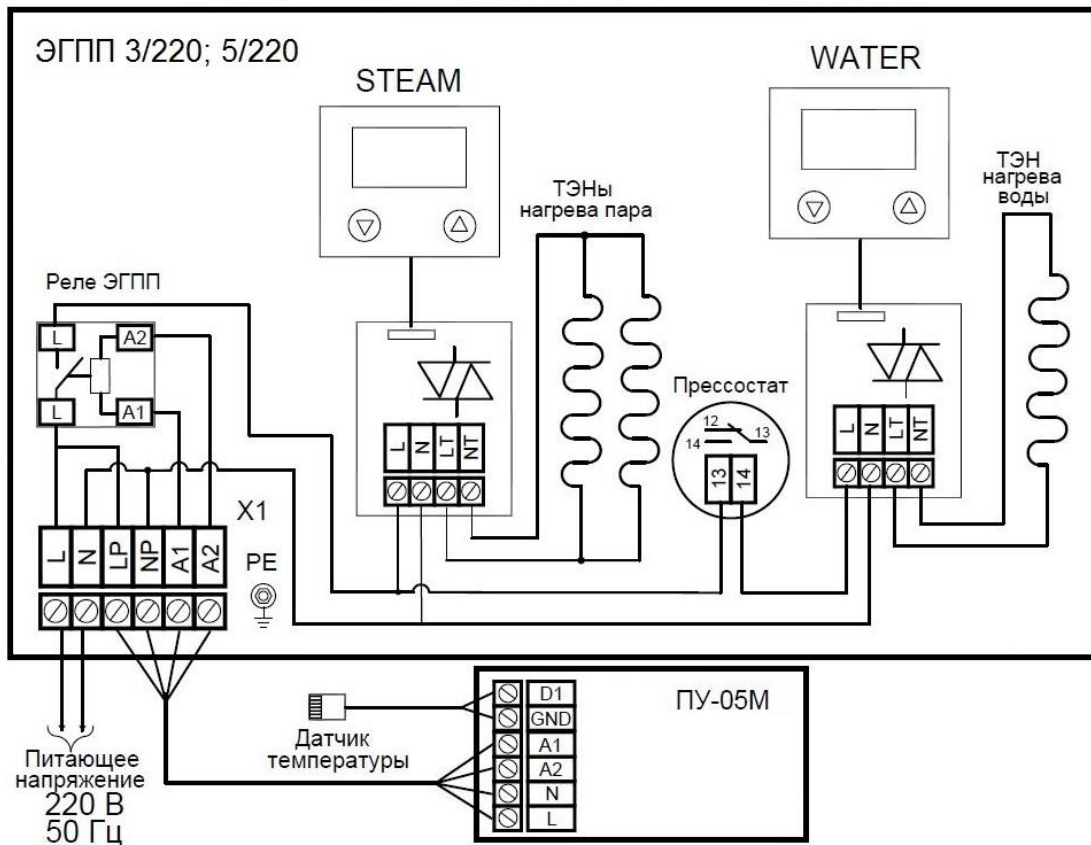

Рис. 4 Схема подключений ЭГПП и ПУ-05М
1.4.6 Схема подключений электропечи приведена на рис.4
2.1.2.6 Выполнить подключения ЭГПП к электрической сети и ПУ в соответствии с настоящим Руководством по эксплуатации и схемой подключений (Рис.4). Установить крышку блока подключений. Установить и закрепить саморезами верхнюю крышку ЭГПП.